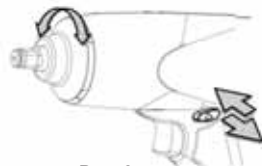

Рис. 3
4. Для обратного хода устройства (см. рис. 3) используйте рычаг переключения прямого/обратного хода на приводном блоке. Направления вращения также указаны на лицевой стороне рукоятки.